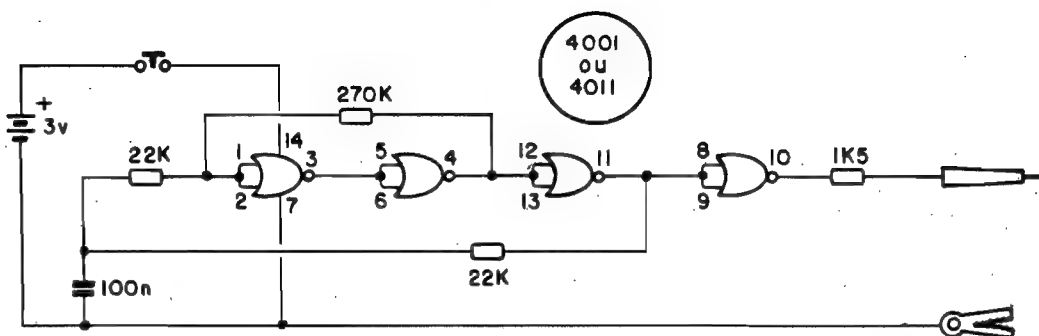

Fig.1
- FIG. 1 - O CIRCUITO - Nada poderia ser mais simples: um único, comum e barato Integrado C.MOS 4001 (ou 4011), no qual os primeiros 3 gates (pinos 1-2-3, 4-5-6 e 11-12-13) estabelecem um oscilador de excelente estabilida-